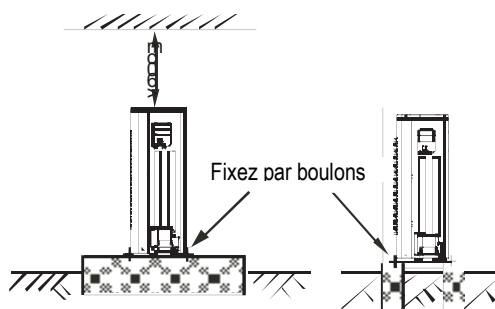

Fig.6-6
- Fixez l'unité en toute sécurité par les boulons de sorte qu'elle ne puet pas bouger (Fig. 6-6).